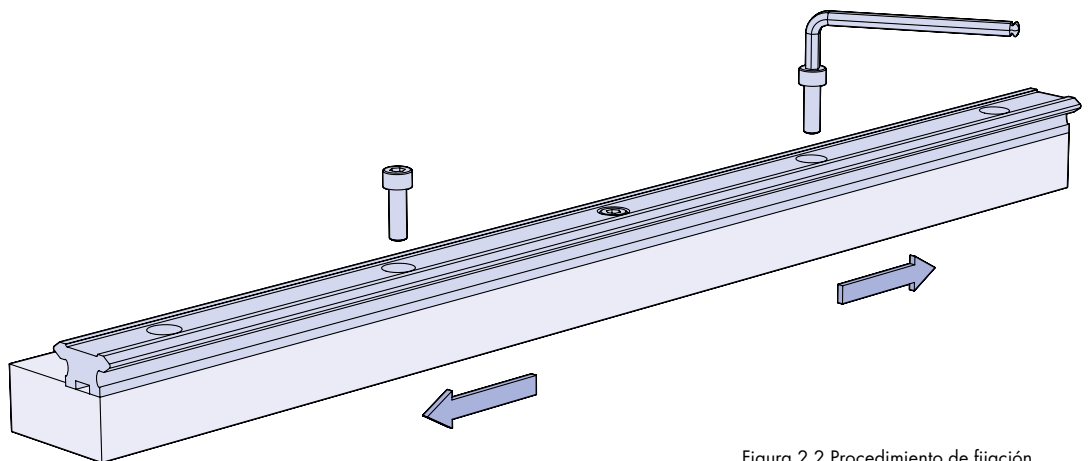

Figura 2.2 Procedimiento de fijación
2.2 Una vez se hayan taladrado los agujeros las guías se pueden fijar a la base. Empiece a fijar por la mitad de la guía y trabaje hacia los extremos, asegurando una fijación equitativa a lo largo de la misma, tal y como se muestra en la figura 2.2.